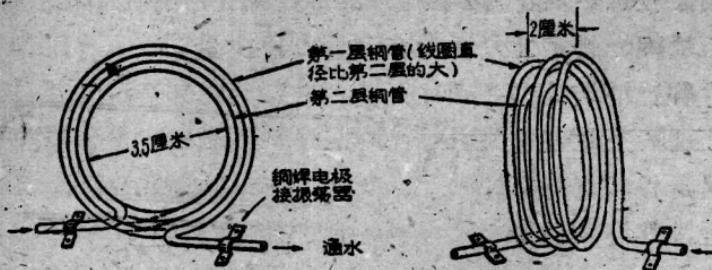

图4 感应圈
**2. 高頻感应爐：**包括高頻振蕩器及一感应圈。高頻輸出功率为 2 仟瓦，輸出頻率为 220—400 仟周。在熔鍺时，通过感应圈的电流为 60—70 安培。感应圈是用外径 5 毫米的銅管繞成，共繞 9 匝分为三层（在图 4 中为简单起見，只画两层），内、中、外各层依次为 2、3、4 匝。感应圈的寬度約 2 厘米，圈的內径約 3.5 厘米。感应圈接